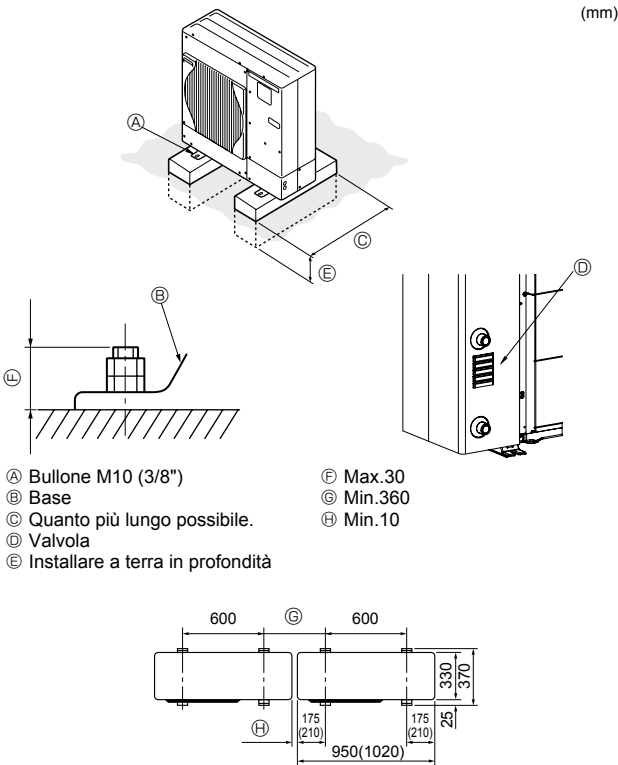

Fig. 3-1
- * Assicurarsi di installare l'unità su una superficie solida e in piano, per evitare rumori di sbattimento durante il funzionamento. (Fig. 3-1)